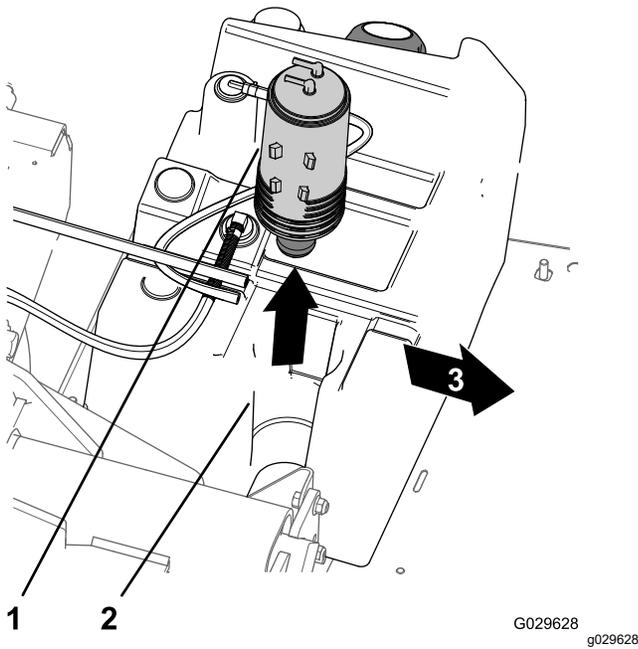

図 47
- 燃料タンクのマウントからカーボンキャニスタを取り出す 図 47。
7. 新しいカーボンキャニスタを、燃料タンクのマウントに取り付ける二つのフィッティング Purge と Fuel tank を後ろに向けて取り付ける 図 47。